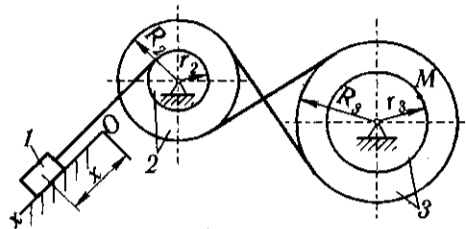

Рис. 71
**Пример выполнения задания.** Дано: схема механизма (рис. 71);  $R_2 = 50$  см,  $r_2 = 25$  см,  $R_3 = 65$  см,  $r_3 = 40$  см,  $x_0 = 14$  см,  $v_0 = 5$  см/с,  $x_2 = 168$  см,  $t_1 = 1$  с,  $t_2 = 2$  с.